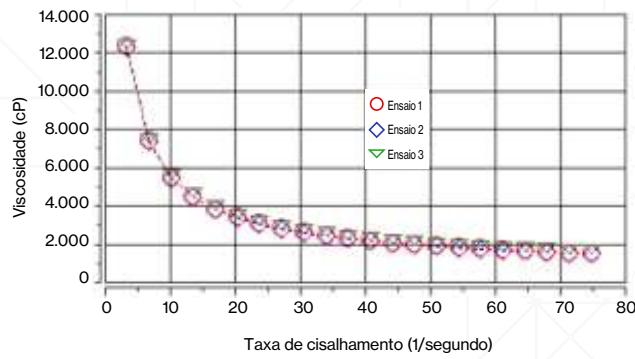

Figura 2: Detergente para máquina de lavar louças a 25 °C
- Figura 2: Confirma o comportamento pseudoplástico e mostra que os resultados foram reproduutíveis em todas as taxas de cisalhamento analisadas.
- Figura 2: Viscosidade vs. velocidade de rotação a 25 °C, confirmando o comportamento pseudoplástico.